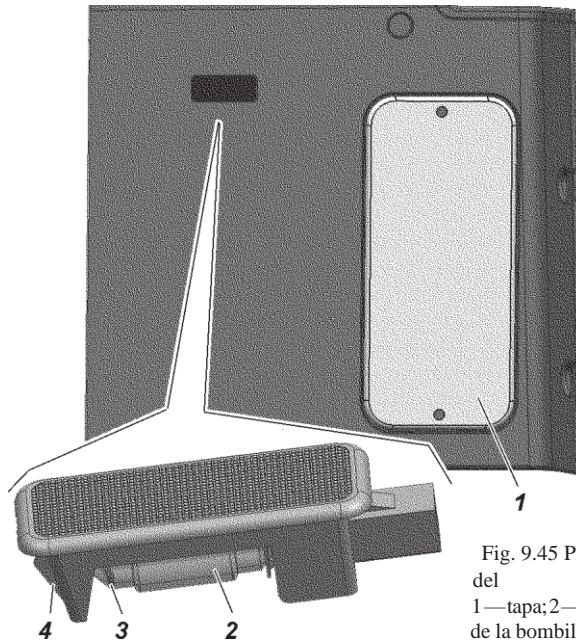

Fig. 9.45 Plafón de iluminación del maletero:
**El plafón de iluminación del maletero** en el vehículo UAZ Patriot se encuentra en la parte lateral derecha del maletero (fig. 9.45). Para reemplazar la bombilla retire el plafón empujándolo por la escotilla lateral debajo de la tapa 1. Reemplace la bombilla 2 apretando el soporte 3.